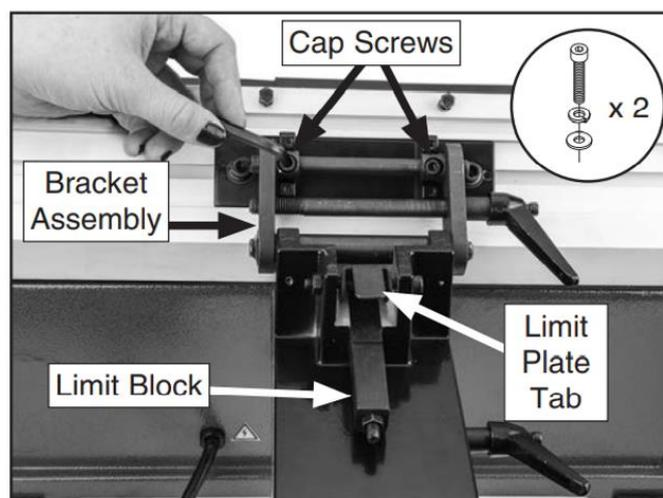

Рисунок 13. Крепление ограждения к кронштейну (в сборе).
3. Нажмите на выступ ограничительной пластины на каретке в сборе и вставьте ограничительную пластину стороной с надрезом вверх (см. рисунок 13). 4. С помощью (2) саморезов М6-1 x 20 и (2) стопорных шайб диаметром 6 мм прикрепите ограждение к кронштейну в сборе (см. рисунок 13).